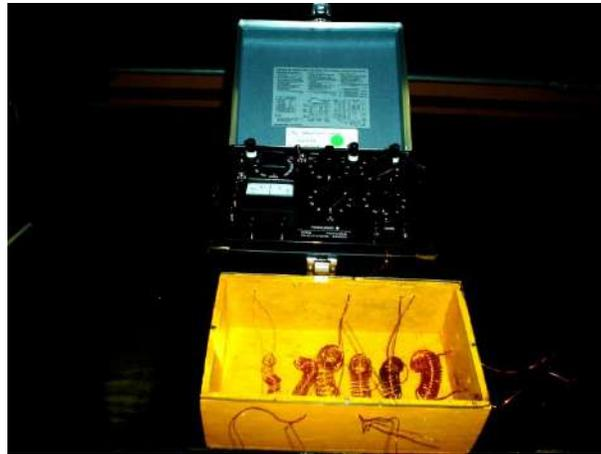

Figura 3.2 Medición de la resistencia óhmica de conductores de diferentes calibres
- d) Mida la resistencia óhmica de cada uno de los conductores contenidos en el tablero (Figura 3.2) y concentre sus valores obtenidos en la tabla 3.2.